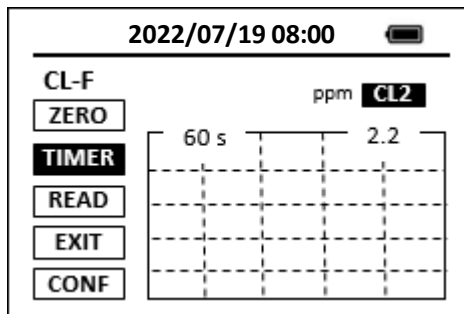

Figura 11. Método de un único paso de tiempo
La mayoría de los métodos colorimétricos sólo tienen una etapa de temporización. Por ejemplo, en el método del cloro libre DPD, el reactivo en polvo DPD tarda un minuto en reaccionar completamente con el cloro de la muestra de agua. El método del cloro libre DPD tiene un único paso de tiempo de un minuto. La figura 11 muestra la página principal de un método con único paso de tiempo.
1. Coloque el vial de muestra lleno con la muestra de agua en el correspondiente compartimento de AP50MM y pulse el botón **ZERO**. AP50MM mostrará la página mostrada en la Figura 11.